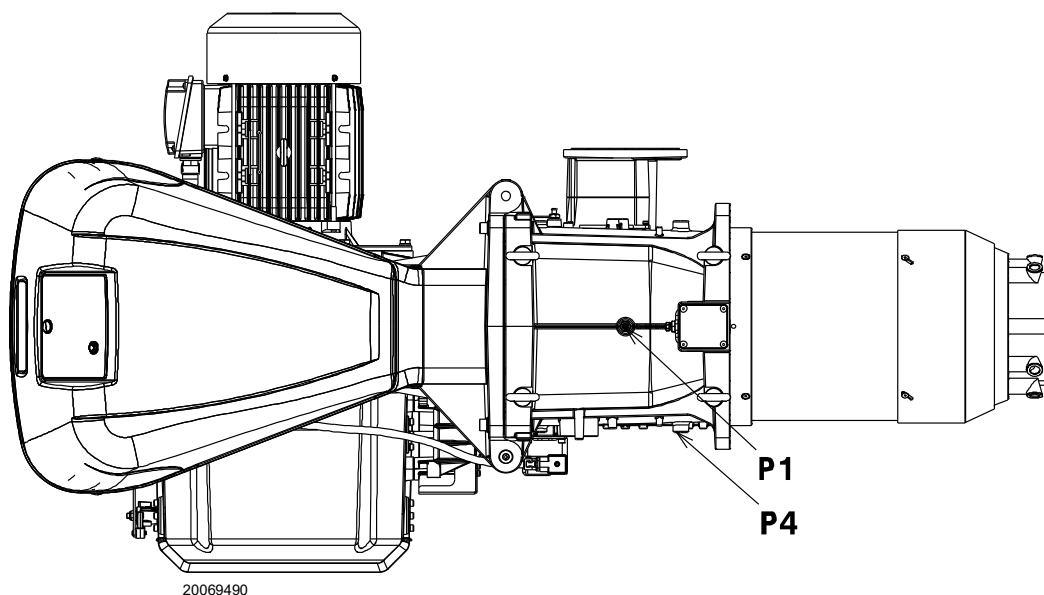

Abb. 23
Gasdruck, am Anschluss P1)(Abb. 23) gemessen mit:
- vom Gasdruck am Anschluss P1)(Abb. 23) den Druck in der Brennkammer abziehen.
Gasdruck am Anschluss P1)(Abb. 23) = 58,1 mbar
Um stattdessen den am Anschluss P1)(Abb. 23) notwendigen Gasdruck zu ermitteln, nachdem die Höchstleistung festgelegt wurde, bei der Brenner arbeiten soll:
- Rechts, in Spalte 1, den Druck am Anschluss P1)(Abb. 23) ablesen.
Am Anschluss P1)(Abb. 23) erforderlicher Druck.